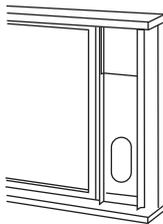

Abb. 14
3. Schneiden Sie die Schaumdichtung (selbstklebend) auf die passende Länge zu und kleben Sie sie auf den oberen Fensterflügel (Abb. 14).